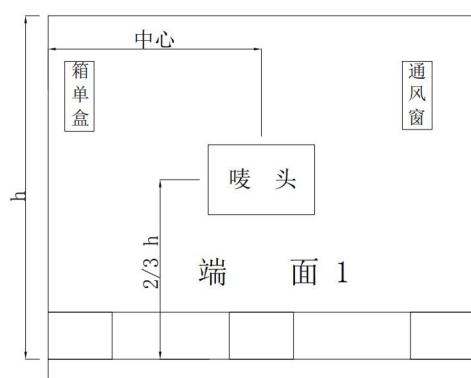
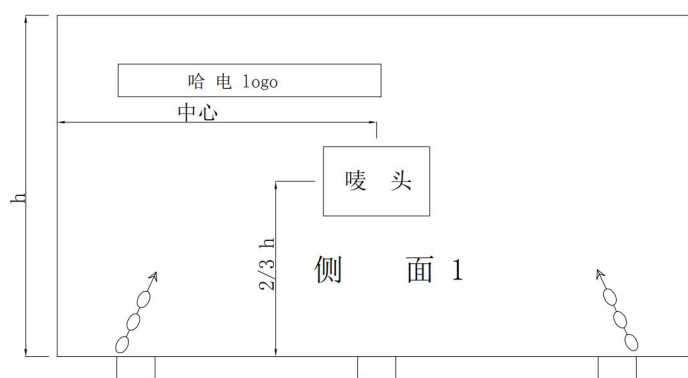

图 1. 包装箱端面 1 唛头钉挂示意图
图 2. 包装箱侧面 1 唛头钉挂示意图
1、常规箱：常规包装箱钉挂产品唛头时，要避开喷涂重心面，在端面  $2/3h$  及水平中心处钉挂第一张唛头，再逆时针绕着包装箱方向的侧面  $2/3h$  及水平中心处钉挂第二张唛头，在一个包装箱上应确保所有唛头在同一水平高度，且每个唛头须水平、端正，如图 1、图 2 所示。